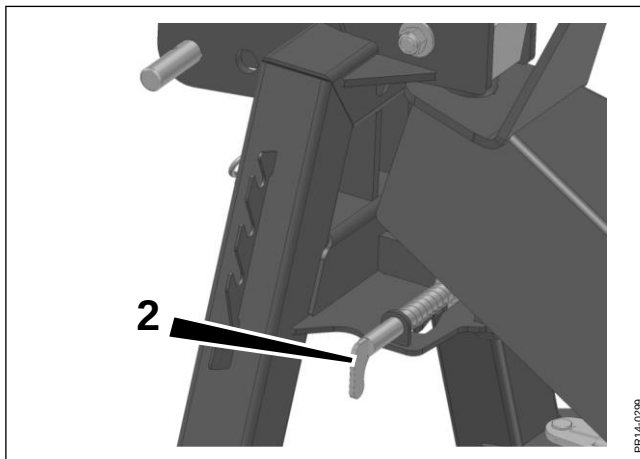

Fig. 4-5
Fig. 4-5 S'assurer que le boulon de transport de sécurité est bien inséré ! Pour ce faire, tirer brièvement le boulon de transport de sécurité (2) et le faire tourner jusqu'à débloquer la goupille fendue. Insérer le boulon de transport de sécurité suffisamment loin pour que la goupille fendue atteigne la fin du guide. Le ressort empêche le boulon de transport de sécurité de revenir en arrière.